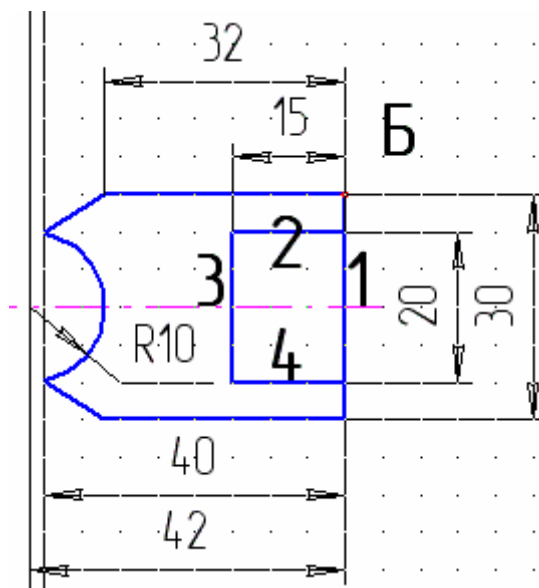

Рис.4.7
14. Для завершения вида спереди необходимо построить вид сверху. Отступаем от точки А (рис.4.6.) 8 узлов сетки вниз – это правая верхняя точка вида сверху (рис.4.7 точка Б).
15. Повторяем п.п.10-12 для отрезков 1-6 (см. рис.4.7).